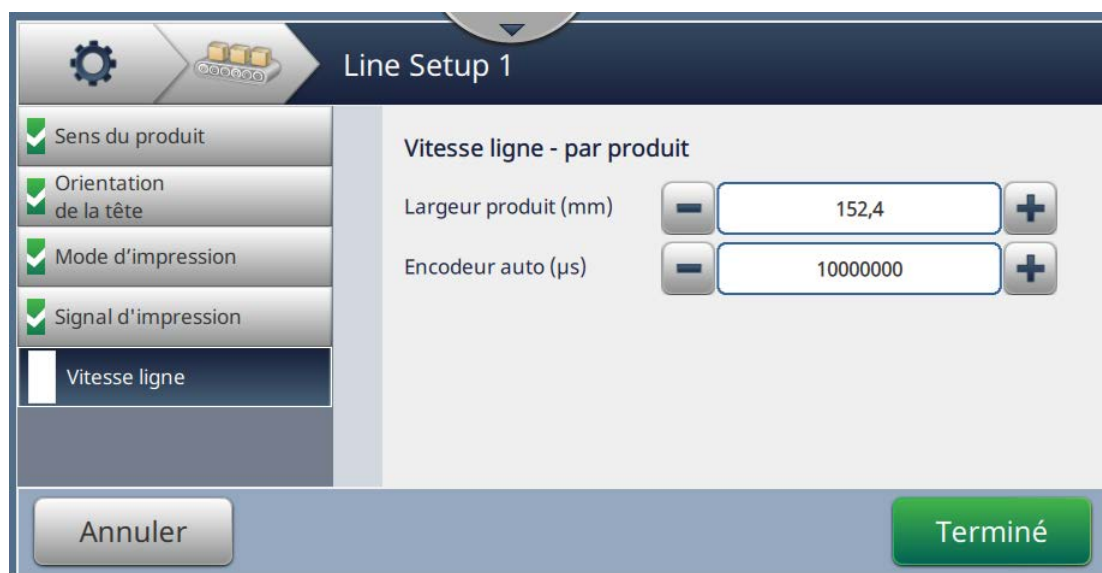

Figure 6-38 : Vitesse de ligne - Paramètres Mesuré par produit Taille/heure
2. Modifiez les paramètres nécessaires dans l'écran Paramètres comme illustré dans Figure 6-38.